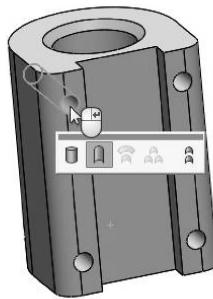
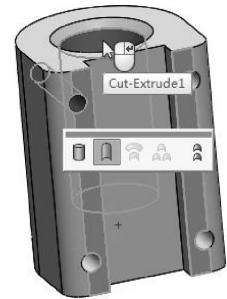

图 5-48 选择第二基准
图 5-49 选择第三基准
- 13 接着选择第二基准（选中孔后单击右键确认），如图 5-48 所示。选择第三基准（选择最大圆柱孔面），如图 5-49 所示。